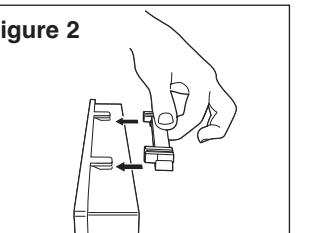

Figure 2
7. This model utilizes a hang tab and filter clips to insure that the filter is properly in place. Before replacing the PERMATECH™ filter make sure that the hang tab is securely in place. The clip can only be attached to the tabs on the filter one way. The filter clip should easily slide onto the filter hang tab with only a small amount of pressure. DO NOT use force while attaching the clip to the filter. (Figure 2)
- Ce modèle est doté d'un ongle d'accrochage et de pinces à filtre afin d'assurer que le filtre est verrouillé en position. Avant de remplacer le filtre PERMATECH™, assurez-vous que l'onglet d'accrochage est bien en place. La pince peut aussi être attachée aux onglets du filtre, dans un sens. La pince à filtre devrait glisser facilement dans l'onglet d'accrochage, avec une légère pression seulement. N'UTILISEZ PAS de force indue lorsque vous attachez la pince au filtre (figure 2).